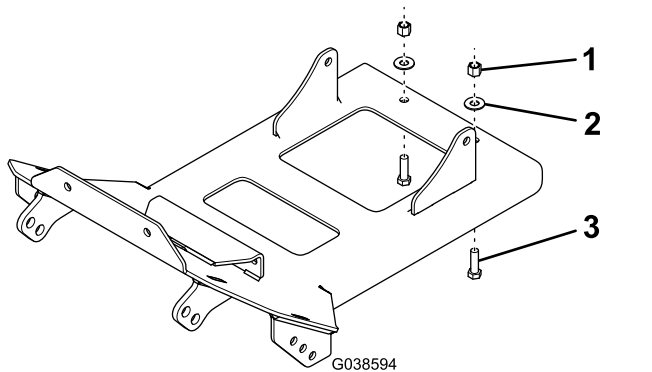

Figure 1
3. Fixez l'arrière de la plaque de protection du chasse-neige au support du cadre du véhicule à l'aide de 2 boulons (3/8 x 1-1/4 po), 2 rondelles et 2 contre-écrous (3/8 po), comme montré à la Figure 1.